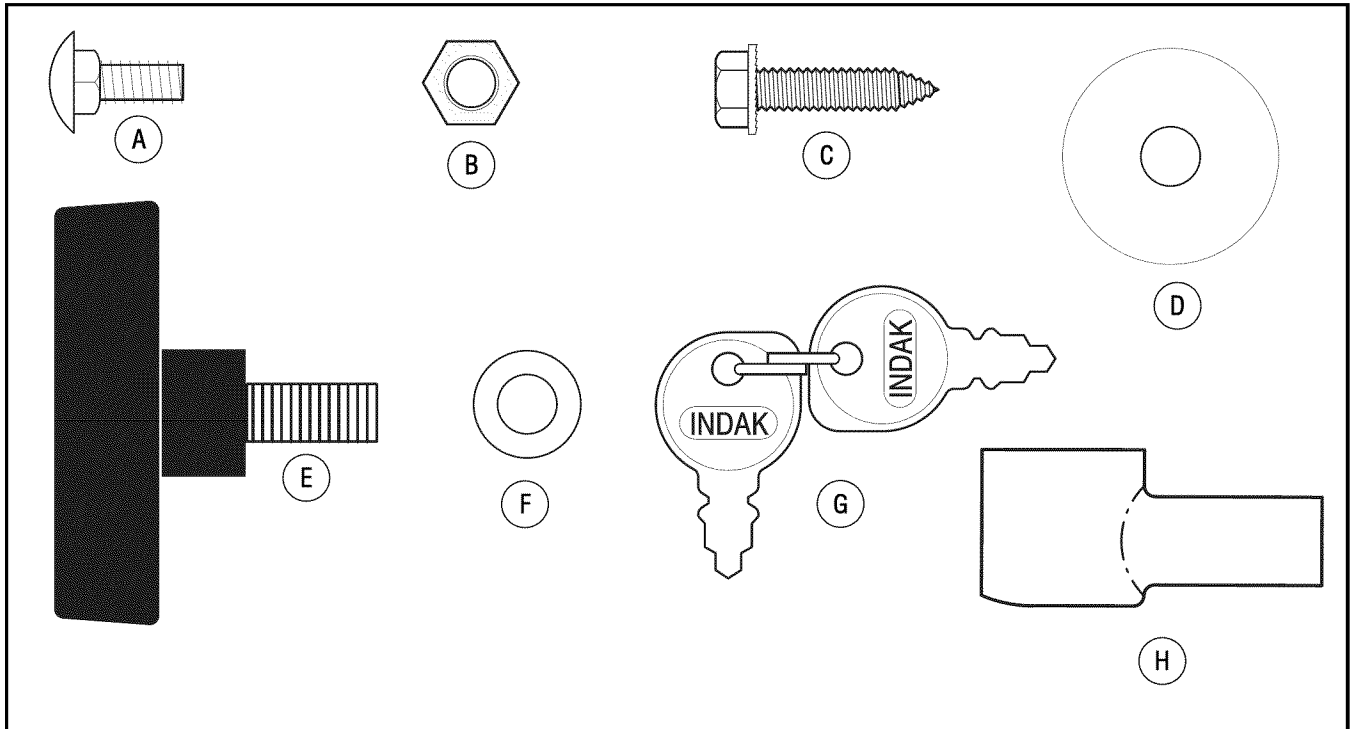

Figura 3: Componentes de la bolsa de piezas
A - Tuerca mariposa (También ver 'E' en la Figura 3)
B - Arandela (También ver 'F' en la Figura 3)
A - Tornillo (También ver 'C' en la Figura 3)
B - Arandela (También ver 'D' en la Figura 3)
- A - Pernos de carrocería (Vea también 'A' en la Figura 3)
- B - Tuerca hexagonal (Vea también 'B' en la Figura 3)
H - Tapa de la terminal (Vea también 'H' en la Figura 3)